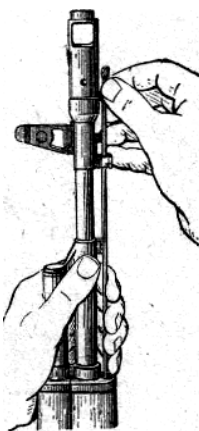

Рис. 10. Отделение шомпола
8) **Отделить затвор от затворной рамы.** Взять затворную раму в левую руку затвором кверху (рис. 10); правой рукой отвести зазор назад, повернуть его так, чтобы ведущий выступ затвора вышел из фигурного выреза затворной рамы, и вывести затвор вперед.